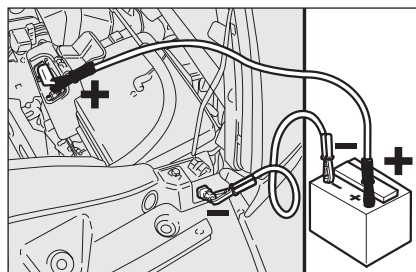

fig. 2
- ☐ connecter par un deuxième câble la borne négative (−) de la batterie auxiliaire au point de masse comme illustré sur la fig. 2.